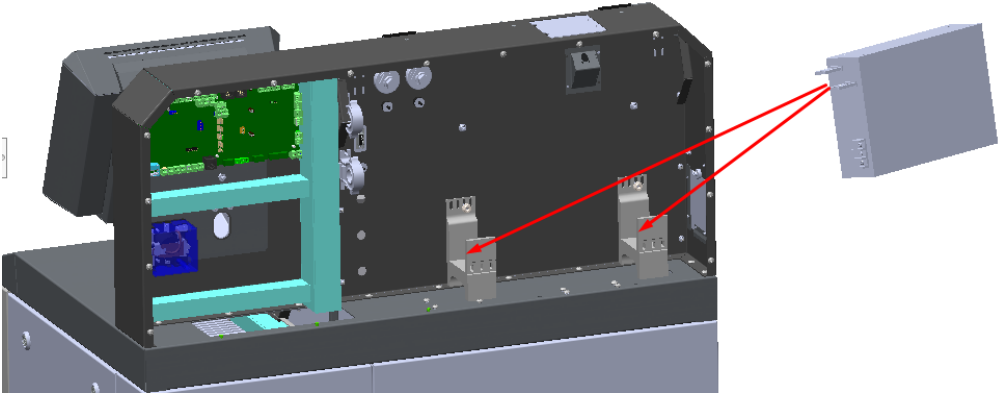

Рисунок 4
4. Встановити на кронштейни блок живлення RSP-3000-48 (рис. 4). Під час встановлення розташуйте блок живлення таким чином, щоб провoda були розташовані з лівого боку.